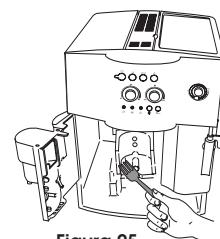
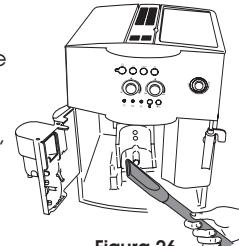

Figura 25
Figura 26
- Pulire accuratamente l'interno della macchina graffandola con una forchetta di plastica o di legno (Figura 25); quindi raccogliere tutti i residui utilizzando un aspirapolvere (Figura 26)